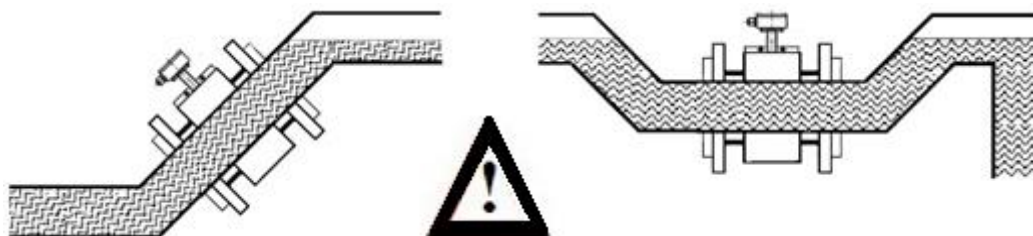

Рисунок 4 Расходомер полностью заполнен измеряемой жидкостью
- соблюдать прямолинейные участки (рисунок 4);